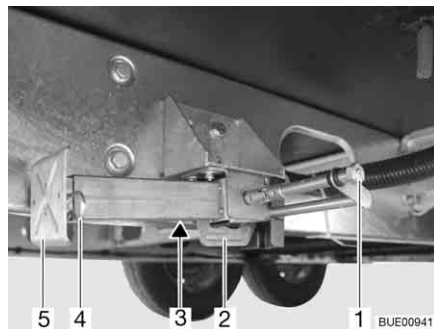

Bild 50 Hubstütze
- Am Sechskant (Bild 50,1) den Steckschlüssel aufstecken und drehen, bis die Hubstütze senkrecht nach unten steht.
- Wenn die Länge der Hubstütze verstellbar ist, den Splint (Bild 50,4) aus der Stützfußverlängerung (Bild 50,5) herausziehen.
- Am Sechskant (Bild 50,1) den Steckschlüssel aufstecken und drehen, bis die Hubstütze wieder vom Boden frei ist.
- Stützfußverlängerung (Bild 50,5) ganz einschieben und Splint (Bild 50,4) in die vorgesehene Bohrung an der Stützfußverlängerung stecken.
- Am Sechskant (Bild 50,1) drehen, bis die Hubstütze nach oben geschwenkt ist und die Führung (Bild 50,2) ganz am Ende des Schlitzes (Bild 50,3) ansteht.